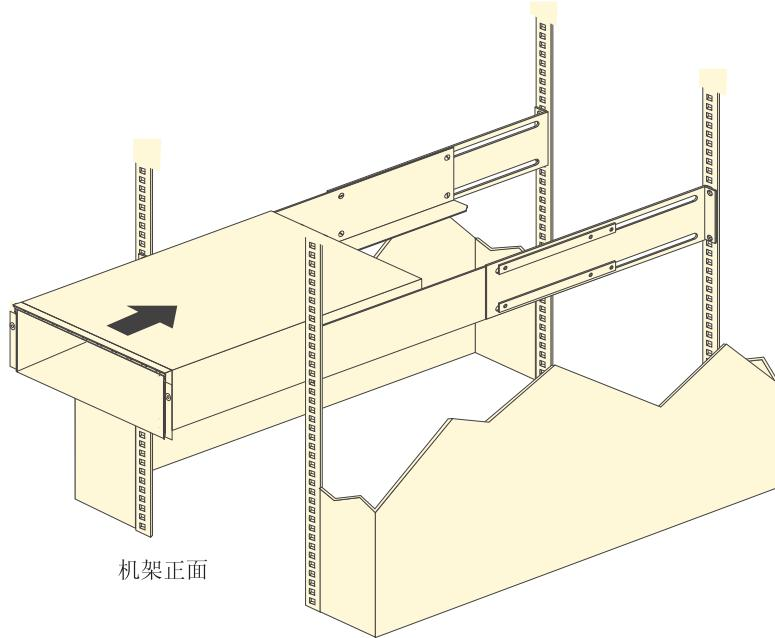

图 12. 安装 EXP520
- b. 在另一人的帮助下, 将存储扩展机柜的后端放到支撑导轨上, 然后将该单元滑入机架 (如图 12 中所示)。